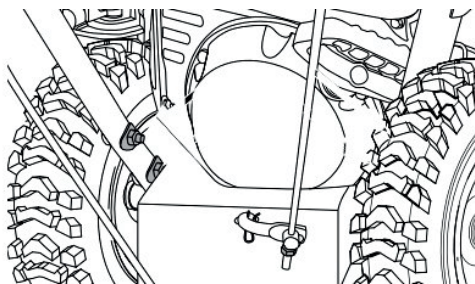

рис. 23
3. Открутите гайку с резьбы штока. Закрепите шток к тяге. Затяните гайку (рис. 23).